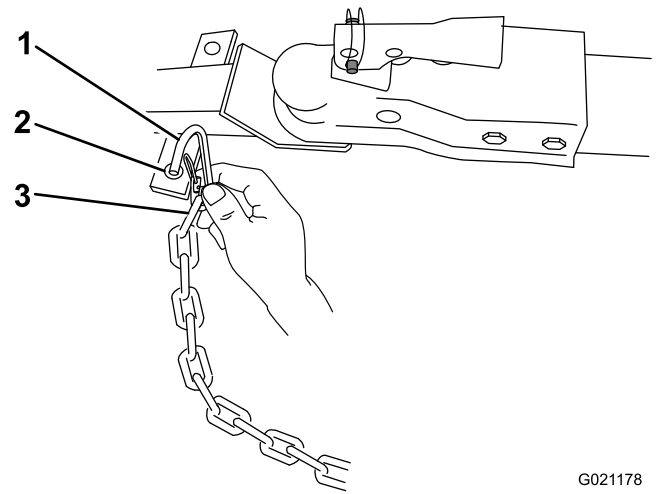

Figura 21
3. Conecte cada tramo de cadena al punto de montaje de la cadena de seguridad del vehículo de remolque con los conectores (Figura 21).